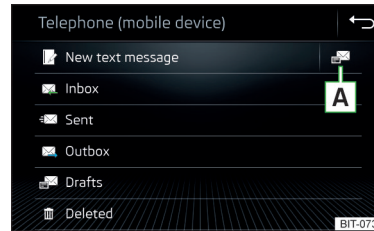

Abb. 202
- › Im Hauptmenü *Telefon* die Funktionsfläche  antippen, es wird das Hauptmenü für Textmitteilungen angezeigt » Abb. 202.
- » **Abb. 202 auf Seite 176.**